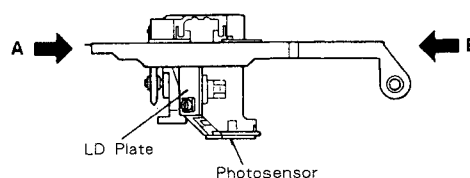

Fig. 4-3
- During the transportation, mounting and dismounting of the assembly, support with your fingers at points A and B as shown in Fig. 4-3. Be particularly careful not to touch the actuator, photosensor and LD plate and do not apply force to them.
- 取り付け、取り外し、持ち運びの際は、Fig. 4-3 の A 部と B 部で支えてください。特にアクチュエーター、光検出部、LD プレート部は、手を触れたり力を加えたりしないでください。